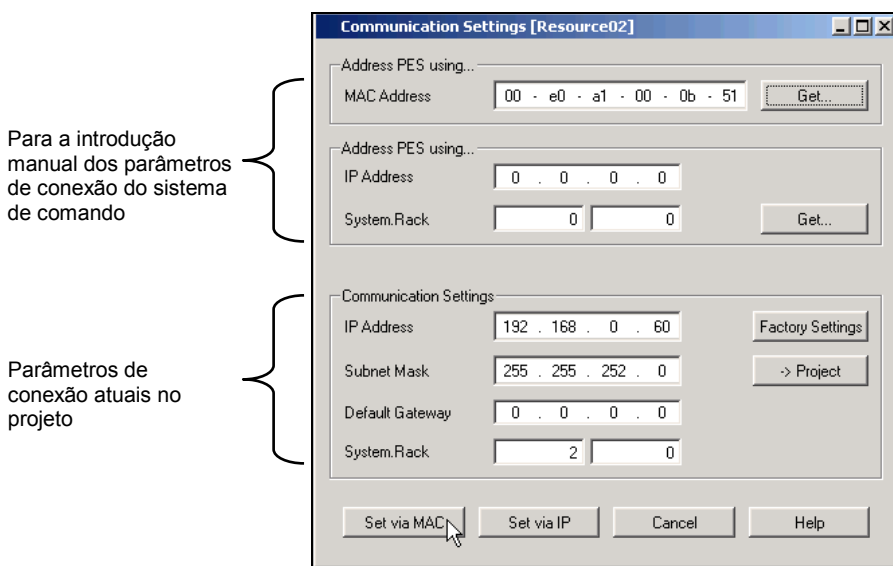

Fig. 122: Ajustar endereço IP e System.Rack ID via endereço MAC
- ☐ Para a configuração de endereço IP e System.Rack ID, continuar como descrito no Capítulo 7.11.2, a partir de Fig. 122.